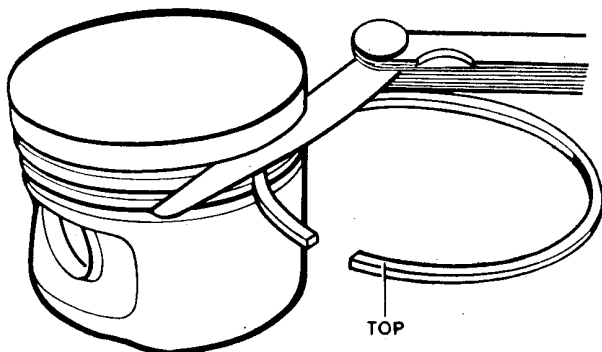

Bild M 17. Höhenspiel der Kolbenringe überprüfen
- Höhengspiel überprüfen (siehe Bild M 17)